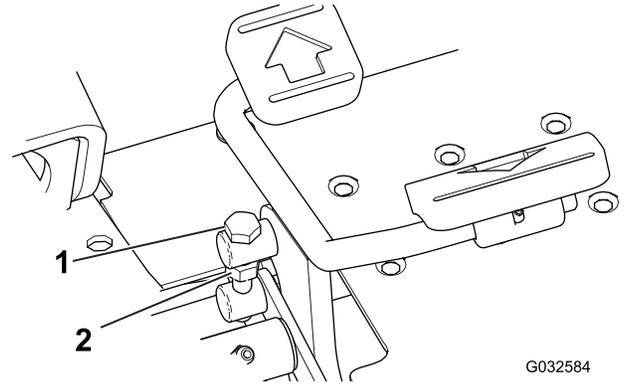

図 44
1. 走行ペダルの側面についているトラニオンボルトのジャムナットをゆるめる 図 44。